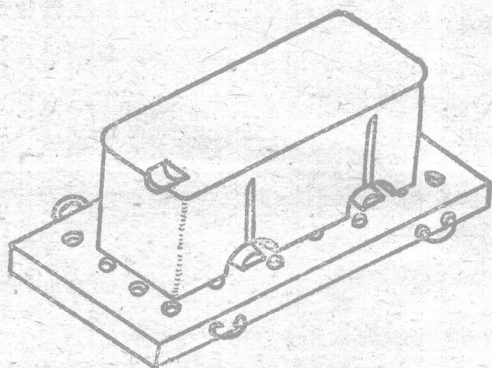
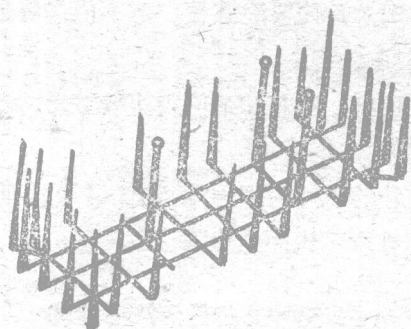

图 1
图 2
2. 便于型芯的搬动（或吊动）多数型芯从制造放入鑄型的过程中，搬动或吊动的次数是很多的，沒有芯骨，搬动就非常困难，而且型芯也容易损坏，有些大、中型芯甚至无法搬动（或吊动），有了芯骨，或者在芯骨中事先鑄入吊攀，或把型芯反在燒芯鉄板上（图 1）就方便得多了，型芯也保持完整（图 2）。